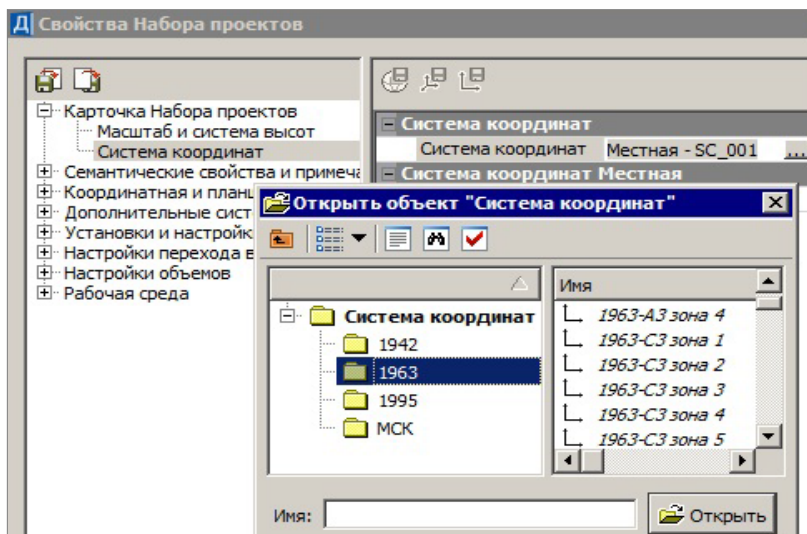

Рис. 3.16
3. **Систему координат (СК)** набора проектов при необходимости можно заменить, выбирая её из перечня в диалоге **Открыть объект «Система координат»** (рис. 3.16).
Если требуется изменить параметры СК (датума, эллипсоида), то применяется команда **Установки/ Системы координат и веб-карты**. Она открывает редактор для корректировки и создания новых СК. Затем измененную СК можно выбрать в настройках СНП (рис. 3.16).